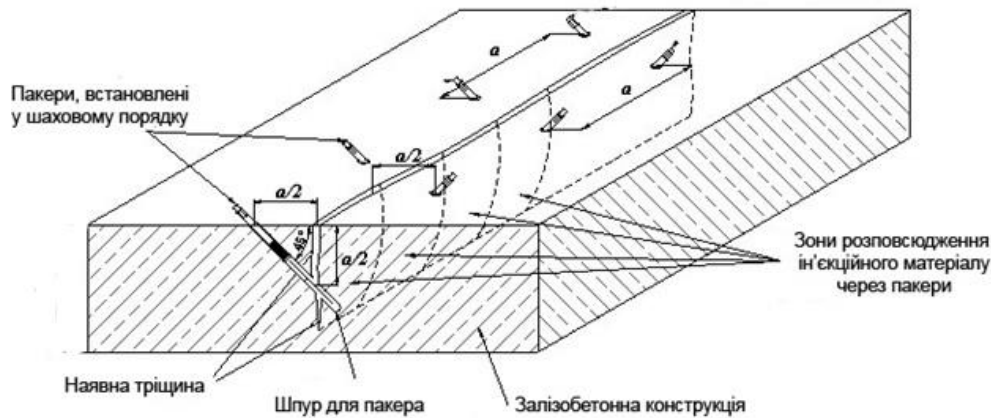

Рисунок 1 – Схема влаштування пакерів для ін'єктування
4. Пробурити вздовж штроби отвори для монтажу пакерів. Розміри отворів залежать від типу пакеру, крок між пакерами 25-38 см (рис.1).